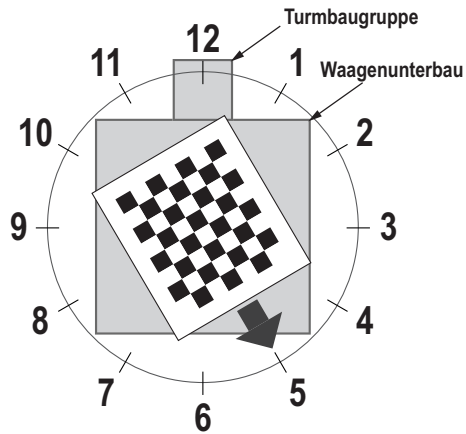

Abbildung 5-6. Drehung auf die 5-Uhr-Position
7. Richten Sie das Kalibrierungsobjekt so aus, dass das Fadenkreuz zentriert ist. Drehen Sie das Kalibrierungsobjekt auf die 5-Uhr-Position aus und nehmen Sie dabei die Turmbaugruppe als 12-Uhr-Position an (Abbildung 5-6).